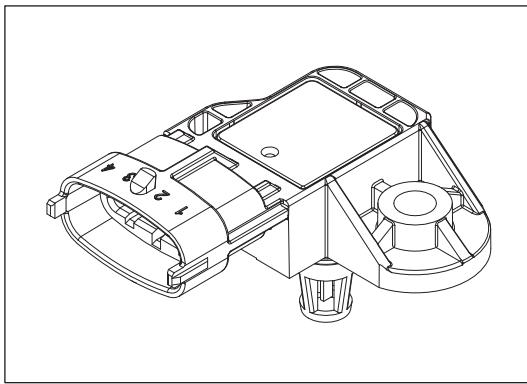

Рис. 9-3-22. Датчик температуры и давления воздуха на впуске
- (1) Принципиальная схема и контакты
- » Контакт 4 – выходной сигнал давления воздуха на впуске. Конструкция датчика показана на рис. 9-3-22.
- (2) Место установки
(3) Принцип действия
(4) Технические параметры